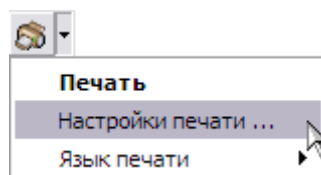

Рис. 3.239
1. На панели инструментов **Стандартная** откройте выпадающий список инструмента **Печать** , нажав на кнопку  (Рис. 3.239).